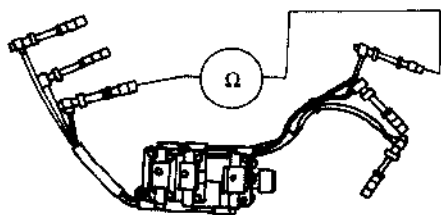
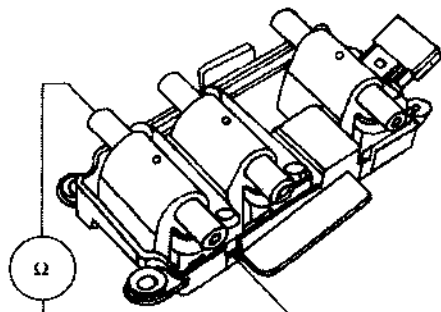

图 2.38 奥迪 6 缸发动机点火线路测量
图 2.39 奥迪 6 缸发动机点火线圈次级电阻的测量
① 拔下点火线圈的插头, 并从火花塞上拔下点火线。
② 如图 2.38 所示, 用万用表测量点火线路的两个火花塞插孔之间的电阻, 规定值为 $16\text{k}\Omega \sim 27\text{k}\Omega$ (奥迪 6 缸机)。
③ 如果未达到规定值, 拔下点火线圈上的点火线, 用万用表测量点火线两端的电阻, 规定值为 $8\text{k}\Omega \sim 14\text{k}\Omega$ (奥迪 6 缸机)。如未达到规定值, 更换点火线。
④ 用万用表在点火线圈上检查点火线圈的次级电阻, 如图 2.39 所示。奥迪 APS 和 ATX 发动机 1 缸和 6 缸、2 缸和 4 缸、3 缸和 5 缸之间点火线圈次级电阻值为 $3.0\text{k}\Omega \sim 7.0\text{k}\Omega$ 。